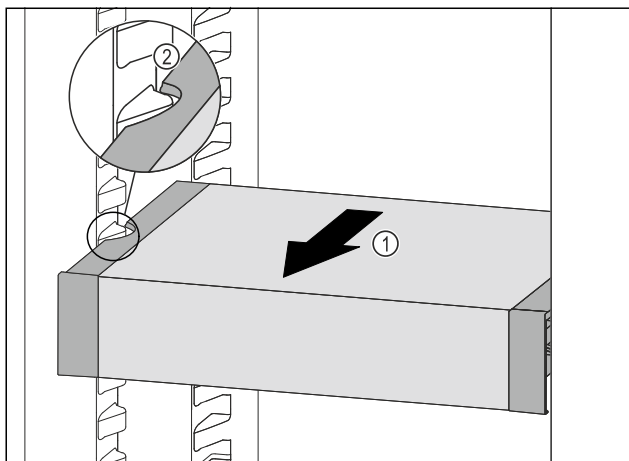

Fig. 72
- ▶ VarioSafe pociągnąć w przód Fig. 72 (1), aż boczne wycięcia szuflady VarioSafe będą się znajdować na wysokości żeber pojemnika w chłodziarce. Fig. 72 (2)